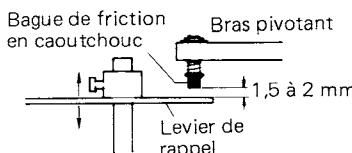

Fig. 2-2.
Note: After the restore lever has been moved, readjust clearance between the pivoting arm friction rubber and the restore lever. Clearance should be 1.5-2 mm when the pivoting arm is in the lead-out position (Fig. 2-2).
- c. Presser la touche de mise en marche et tourner le plateau de la main pour déclencher l'opération de descente du bras. Vérifier que la pointe de lecture descend bien dans la zone voulue pour le réglage à 30 cm. (Fig. 2-2.)